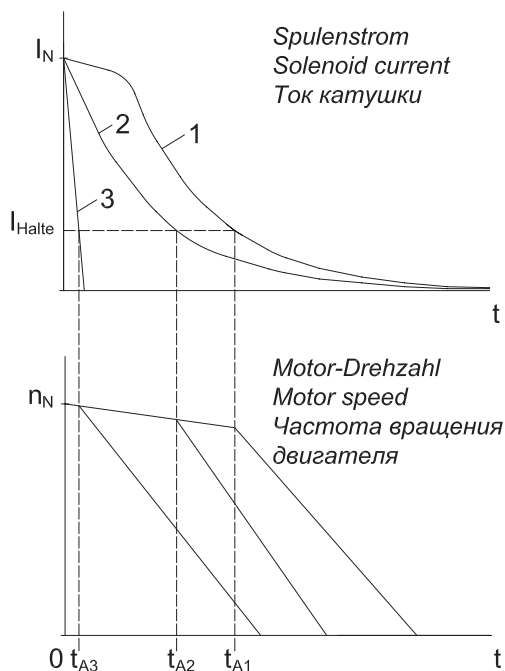

Рис. 3. Принципиальная характеристика тока тормозной катушки и частоты вращения двигателя при отключении по сети переменного (1, 2) и постоянного (3) тока
- а) Питание выпрямителя от клеммной панели двигателя (рис. 3, кривая 1) Время срабатывания тормоза t_{A1} : очень долгое
- б) Отдельное питание выпрямителя (рис. 3, кривая 2)
4.1.2.2 Обрыв электрической цепи постоянного тока магнитной катушки (рис. 3, кривая 3)